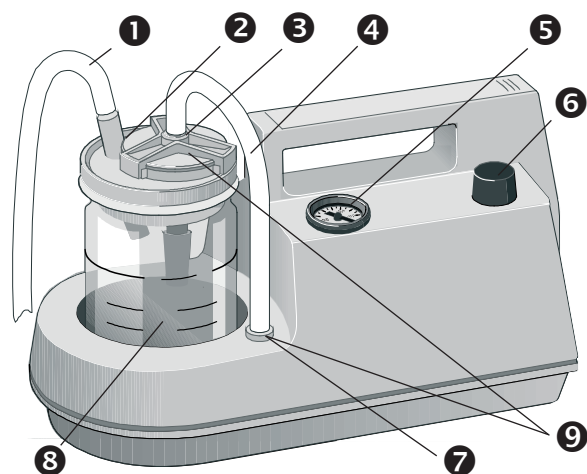

Bild 1. ATMOS LC 16
- Setzen Sie den Saugschlauch (**1**, Bild 1, Seite 4) über den Anschlussstutzen (**2**, Bild 1, Seite 4).
- Verbinden Sie den Silikonschlauch (**4**, Bild 1, Seite 4) mit dem Filteranschlussstutzen (**3**, Bild 1, Seite 4) und dem geräteseitigen Anschlussstutzen (**7**, Bild 1, Seite 4) (grünen Signalring beachten).